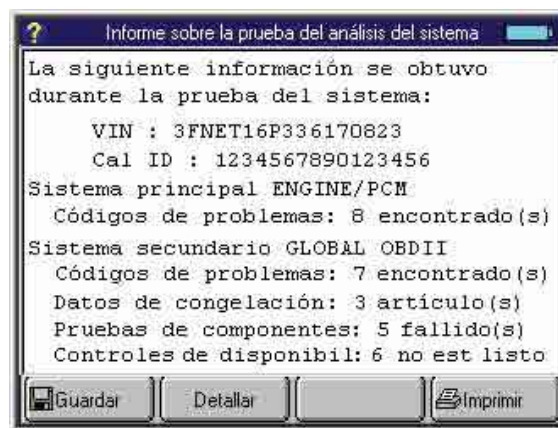

Figura 5.2: Pantalla del Informe Sobre la Prueba del Análisis del Sistema (System Analysis Test Report)
- 4 Presione la **Tecla de Función Detallar** (Details) (vea Figura 5.2 en la página 24) para ver los detalles de la prueba en la pantalla Detalles de la Prueba del Sistema (System Test Details).